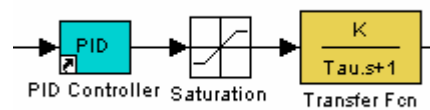

Figure .6
- 7) Ajoutez un bloc de saturation (Simlink Libraray → Discontinuites → Bloc Saturation) à la sortie du PID (figure. 6). A quelle limite devez-vous mettre vos seuils (haut et bas) pour vous rapprocher du modèle du système réel ? Appliquez-les, après quelques simulations en BF, que constatez-vous? Conclure.